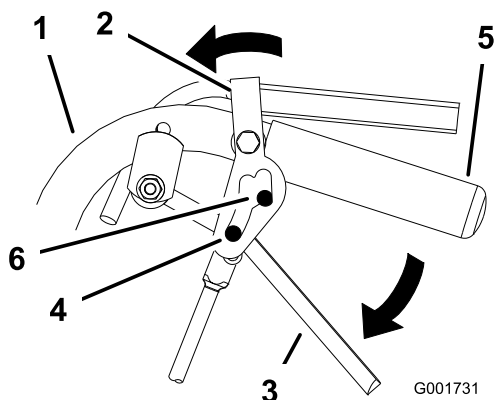

Figure 11
2. Placez les pouces sur la partie supérieure des verrous et déplacez-les en avant jusqu'à ce que les ergots soient engagés dans le cran avant (Figure 11).